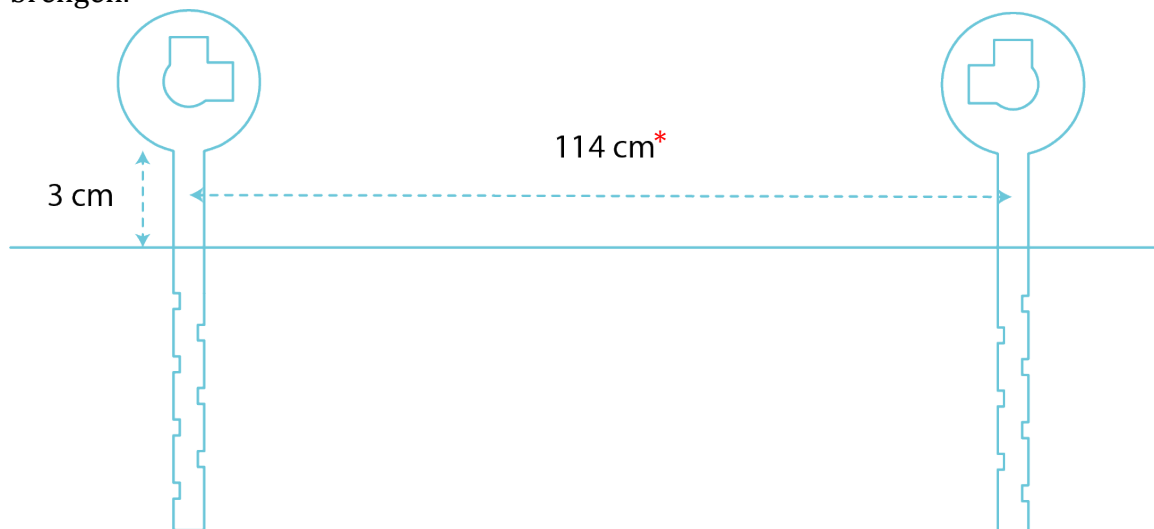
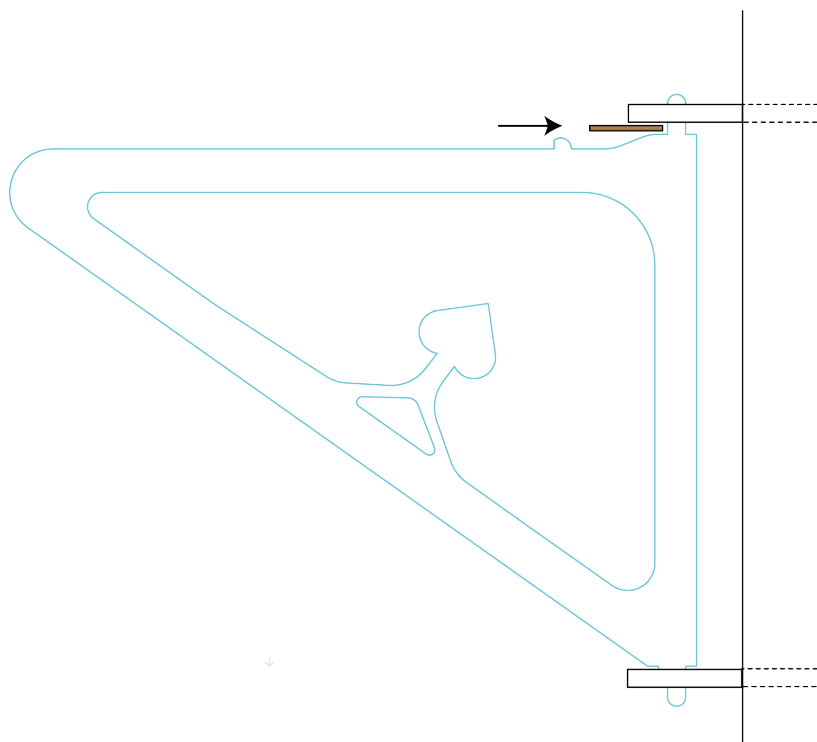

Fig. 2
Fig. 3
4. chemisch verankeren van de ijzeren driehoeken (zie fig. 2 en 3)
- Wil je dat de driehoeken naar elkaar toeklappen, laat de L'en dan naar elkaar wijzen (zie fig. 2). Wil je dat ze naar buiten toedraaien, laat de L'en dan weg van elkaar wijzen.
Pas het bovenste en het onderste ophangelement op de juiste manier op de driehoek. Zorg dat het onderste ophangelement met de L'en naar de binnenkant van de bank gericht is (zie begin stap 4 en fig. 2). Breng de twee staven van de ophangelementen langzaam in de gaten. Dit vereist wat puzzelwerk en doe je best met twee. Je zal zien dat er een hele boel chemisch anker uit de gaten komt. Wrijf dit met een vod netjes weg rond de ophangelementen eens deze op de juiste plaats zitten. Bepaal met je meter of de ophangelementen de gewenste hoeveelheid uit de gaten komen en zorg dat de oppervlakten van de ophangelementen met het gat in waterpas staan. Zorg dat de ophangelementen onder elkaar even veel uitsteken, controleer dit met de waterpas terwijl iemand de driehoek vasthoudt. Plaats de spies van +/- 6 mm dik tussen het bovenste ophangelement en de driehoek (zie fig. 3) zodat de driehoek achteraf nog kan draaien. Als de ophangelementen nog recht onder elkaar staan neem je het houten balkje van +/- 50 cm en maak je dit met de sergeant vast aan de driehoek zodat deze hierop kan steunen (zie fig. 4)